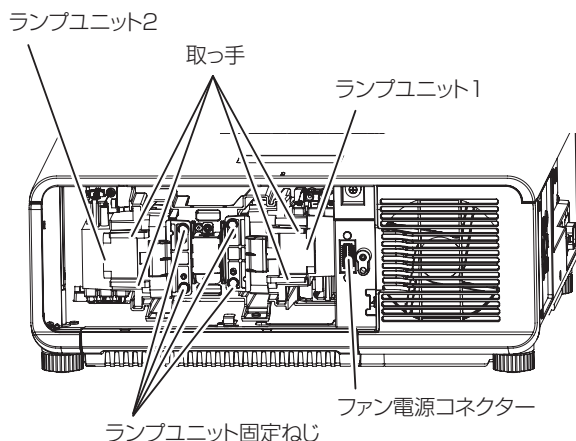

図 2
2) エアフィルターケースを取り出す（図2）
3) ランプユニットを取り外す (図 2)